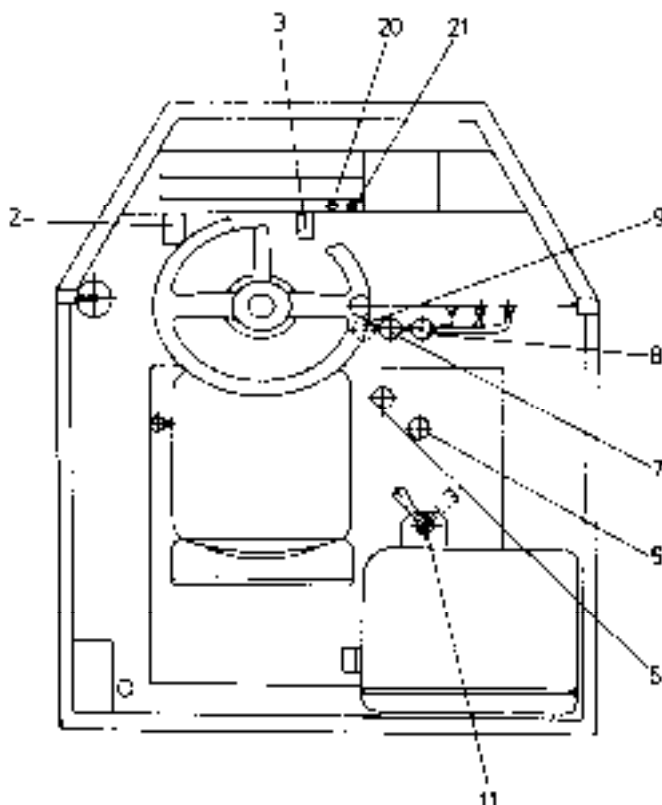

Рис. 4.15. Органы управления
- Отпустить педаль (2) тормоза и медленно нажимать педаль (3) управления оборотами двигателя до начала движения машины.
4.12.2. ДВИЖЕНИЕ МАШИНЫ И ПЕРЕКЛЮЧЕНИЕ ПЕРЕДАЧ (РИС. 4.15.)
4.14. ОСТАНОВКА МАШИНЫ (РИС. 4.15)